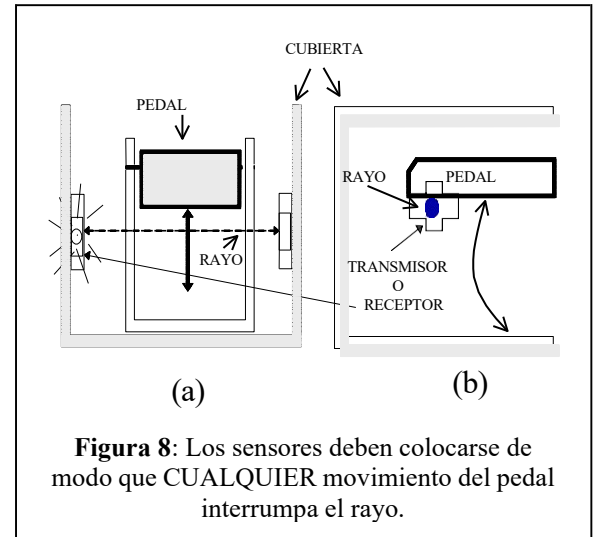

Figura 8: Los sensores deben colocarse de modo que CUALQUIER movimiento del pedal interrumpa el rayo.
4. Dentro de la caja del interruptor de pie (Figura 8), coloque el sensor de transmisión y el sensor de recepción en lados opuestos del interruptor de pie. No coloque los sensores a los lados del interruptor de pie.